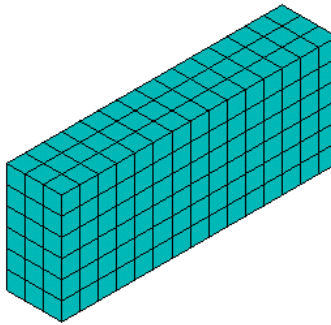

图5.16 矩形梁单元图
- (1) 单击工具栏上的 **RESUM\_DB** 按钮，恢复 5.2.1 节中保存的模型数据库。
- (2) 单击 Main Menu>Preprocessor>Meshing>Mesh>Volumes>Free 菜单，选择图形视窗中的体，单击【OK】按钮，可得到如图 5.16 所示的网格。